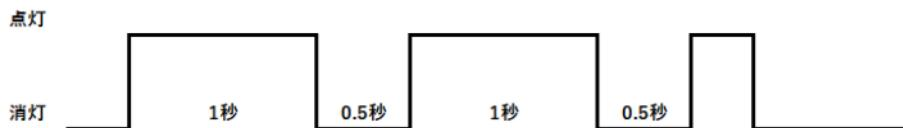

図 1 点滅のタイムチャート
- ① 現在日時を作図構成図に従い 24 時間表記にて表示する。
- ② モータ 1 が回転している時は回転数を作図構成図に従い表示する。
- ③ 回転数の表示は正回転中には正数、逆回転中は負数で表示する。
- ④ 「PH1」が ON の時は、“コンベヤ材料”が緑色に点灯する。
- ⑤ 「PH1」が OFF の時は“コンベヤ材料”が消灯し、“材料不足”が図 1 に従い赤色に点滅する。
- ⑥ 「PH2」が ON の時は、“ミキシング材料”が緑色に点灯する。
- ⑦ 「PH2」が OFF の時は“ミキシング材料”が消灯し、“材料不足”が図 1 に従い赤色に点滅する。
- ⑧ 2-⑤で「PH1」が ON になった後も表示は保持され、すべての運転操作は出来ない。“材料不足”または、BS1「停止」を押すと“材料不足”が消灯し、“コンベヤ材料”が緑色に点灯する。
- ⑨ 2-⑦で「PH2」が ON になった後も表示は保持され、すべての運転操作は出来ない。“材料不足”または、BS1「停止」を押すと“材料不足”が消灯し、“ミキシング材料”が緑色に点灯する。
- ⑩ 「THR1」が ON した時は、モータ 1,2 を停止させ、SL4「故障」が 0.5 秒で点滅し、“MC1 故障”が図 1 に従い赤色に点滅する。(BS3「非常停止」が ON している時は SL の表示を優先させる。)
- ⑪ 「THR2」が ON した時は、モータ 1,2 を停止させ、SL4「故障」が 0.5 秒で点滅し、“MC2 故障”が図 1 に従い赤色に点滅する。(BS3「非常停止」が ON している時は SL の表示を優先させる。)
- ⑫ 2-⑩で「THR1」が OFF になった後も表示は保持され、すべての運転操作は出来ない。“MC1 故障”または、BS1「停止」を押すと SL4「故障」が消灯し、“MC1 故障”が消灯する。
- ⑬ 2-⑪で「THR2」が OFF になった後も表示は保持され、すべての運転操作は出来ない。“MC2 故障”または、BS1「停止」を押すと SL4「故障」が消灯し、“MC2 故障”が消灯する
- ⑭ “M1 コンベヤ”的タイマ設定が 1 から 10 以外の時は、タイマ設定の“M1 コンベヤ”が図 1 に従い赤色に点滅する。
- ⑮ “M2 ミキシング”的タイマ設定が 1 から 10 以外の時は、タイマ設定の“M2 ミキシング”が図 1 に従い赤色に点滅する。
- ⑯ BS3「非常停止」を押したときの条件を以下に示す。
- ・“非常停止”が図 1 に従い赤色に点滅する。